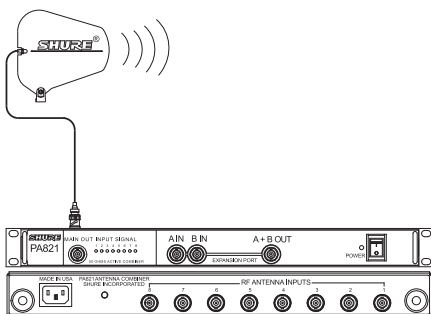

FIGURE 1
2. Brancher une antenne à la **SORTIE PRINCIPALE** du PA821. Pour les applications à large bande, utiliser l'antenne directionnelle PA805 (Figure 1).
**REMARQUE:** Lorsque le PA821 est allumé, les indicateurs de signal d'entrée (1-8) sur le panneau avant s'allument si un émetteur actif est connecté à la entrée correspondante (1-8) sur le panneau arrière (Figure 1).